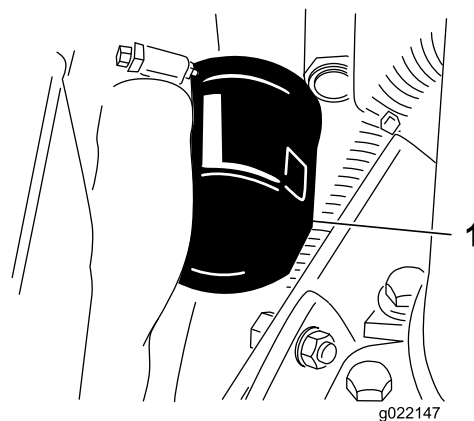

Figura 52
- Retire o filtro do óleo (Figura 52).